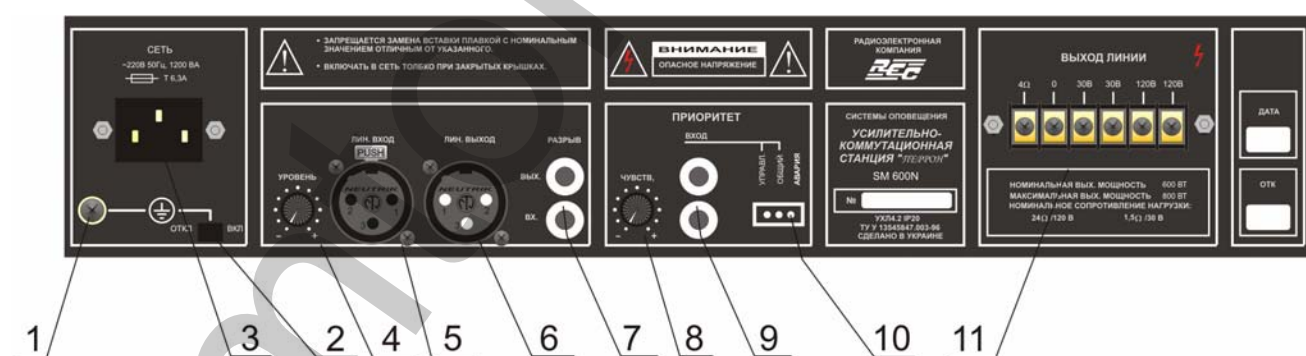

Рисунок 3
- при использовании УКС и УМ с пассивными источниками НЧ-сигнала (пульта конференцсистем, микрофоны и т. п.) переключатель ОТКЛ/ВКЛ (поз.2, рисунок 3) устанавливать в положение ВКЛ («схемный» общий провод подключен к корпусу изделия);
Клемма  (поз. 1, рисунок 3) является дополнительной и может быть использована для дополнительного (страховочного) заземления.